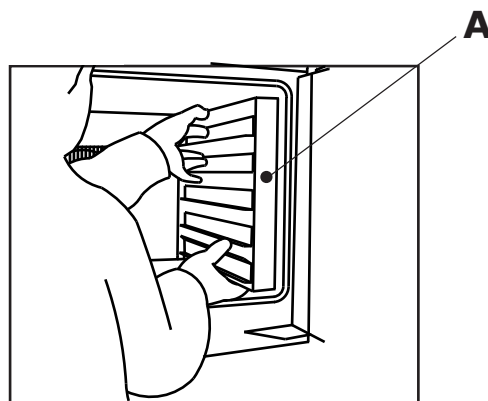

Figure 17
- si nécessaire, démonter les supports des plaques sans entrer en collision avec les ampoules placées sur le côté gauche de la cellule de cuisson pour les nettoyer séparément (**A-Fig. 17**);